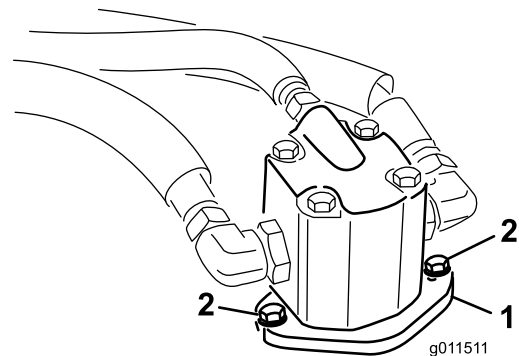

Figure 78
4. Enlevez les boulons qui fixent le moteur hydraulique au plateau de coupe (Figure 78).